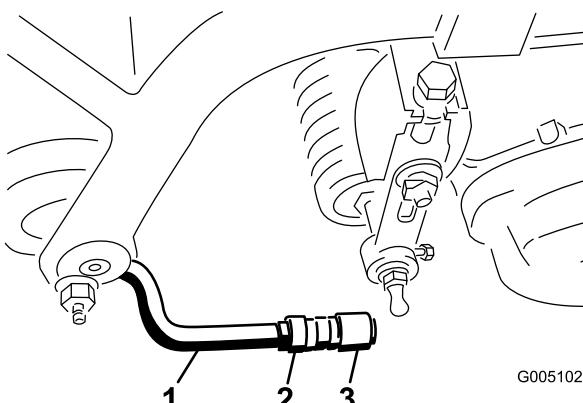

Figure 13
- Alignez les douilles des rotules de sorte que le côté ouvert soit centré vers la sphère. Serrez les contre-écrous pour fixer les douilles de rotules en position (Figure 13).